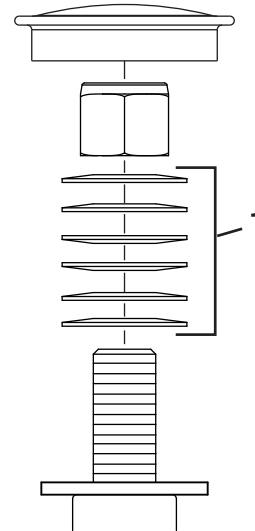

Figure 89
3. Déposez le capuchon protecteur de la roue pivotante et serrez le contre-écrou (Figure 89).
4. Continuez de serrer le contre-écrou jusqu'à ce que les rondelles élastiques soient aplaties, puis desserrez-le d'un quart de tour pour obtenir la précharge correcte des roulements (Figure 89).
**Important:** Veillez à placer les rondelles élastiques correctement, comme montré à la Figure 89.
5. Reposez le capuchon protecteur (Figure 89).